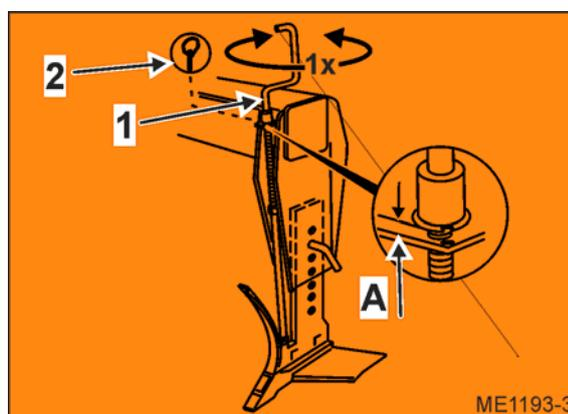

Рис. 30
7. Поверните рукоятку (Рис. 30/1) на один оборот против часовой стрелки. Расстояние "А" между рукояткой и основанием должно быть отчетливо видно. Рукоятка не должна опираться на основание.
8. Пружинным фиксатором (Рис. 30/2) зафиксируйте рукоятку от проворачивания.